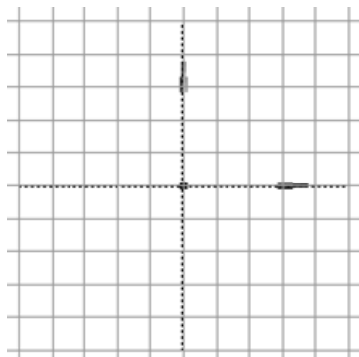

图 3.2.12 显示草绘栅格
- **Show in 2D:** ☒ 选项：选中该选项，显示草绘栅格（图 3.2.12）。